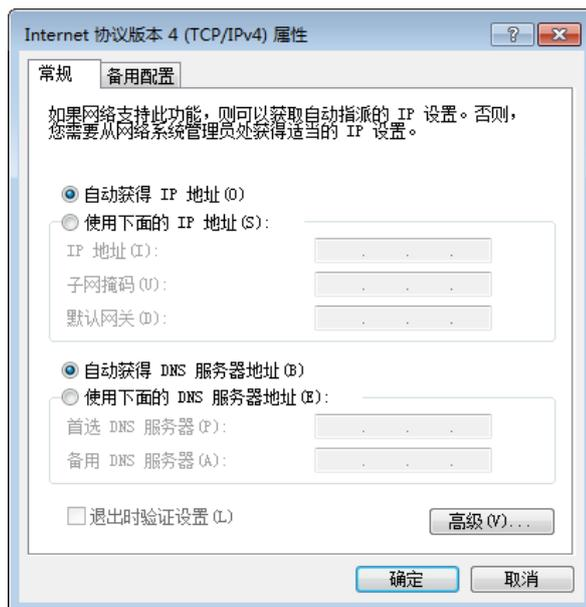

图2-2 PC 网络配置
1. 依次打开 PC 上的“控制面板” > “网络和 Internet” > “网络和共享中心” > “更改适配器配置”，选择对应的网口，将网口配置成自动获取 IP 地址或静态 IP，如图 2-2 所示。确保 PC 与设备在同一个局域网。